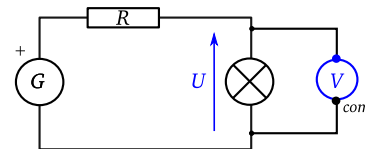

Figure 15.7 – Exercice 11 p.264
**Exercice 11 p.264** Voir figure 15.7.